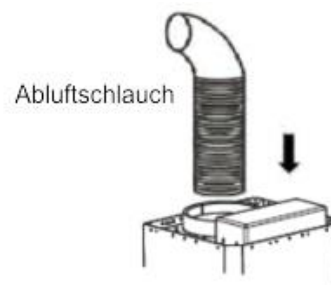

Abb. 3
11. Den Abluftschlauch auf den Abluftstutzen montieren (Abb. 3). Der Abluftschlauch ist im Lieferumfang enthalten.